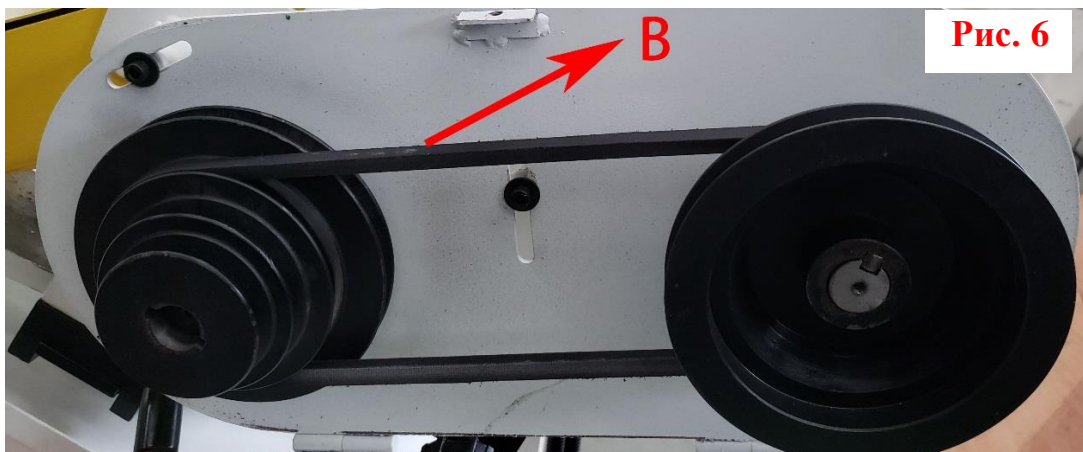

Рис. 6
4. Переместите ремень (В) Рис. 6 в желаемые канавки шкивов и отрегулируйте натяжение ремня, оттягивая электродвигатель назад до тех пор, пока не будет получено правильное натяжение, после чего затяните фиксирующую рукоятку натяжения (А)